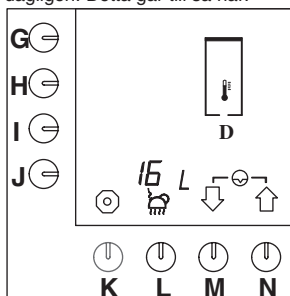

Fig. 53 Nollställning av varmvattenssystemets dagräkneverk
- Tryck på valtangenten (M.)↓ tills fig. 53 visas på displayen.